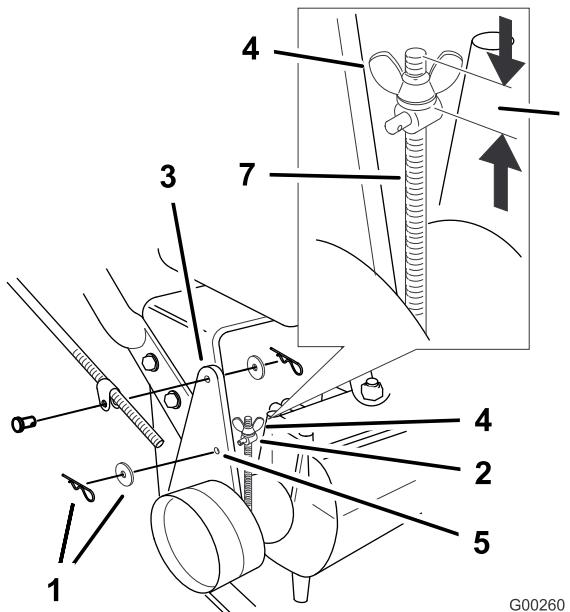

Figura 41
Nota: Para el ajuste inicial, ajuste la tuerca de orejeta hasta que se encuentre a 32 mm (1-1/4 pulg.) de la parte superior de la varilla (Figura 41).
- Para ajustar el freno, retire el pasador de horquilla y la arandela de la palanca de freno y el muñón (Figura 41).
- Instale el muñón en el taladro **F** (Figura 41). Apriete la tuerca de orejeta.
- Fije el collar a la palanca de freno con la arandela y el pasador de horquilla (Figura 41).